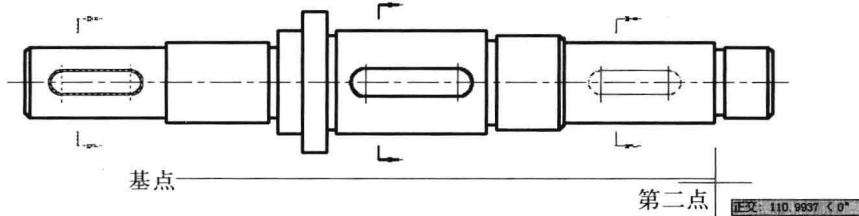

图 4-3-1
(1) 单击“常用”选项卡，在“修改”面板中单击“移动”按钮 $\downarrow\rightarrow$ ，或者选择菜单命令“修改/移动”。
(2) 启用移动命令之后，命令行提示“选择对象”，使用一种选择方法选择要移动的对象，并按 Enter 键。
(3) 命令行提示“指定基点或[位移(D)] <位移>”，单击一点确定移动基点位置。
(4) 命令行提示“指定第二个点或 <使用第一个点作为位移>”，单击一点确定第二点位置。
(5) 此时选定对象将移到由基点和第二点间的方向和距离确定的新位置，如图 4-3-1 所示。